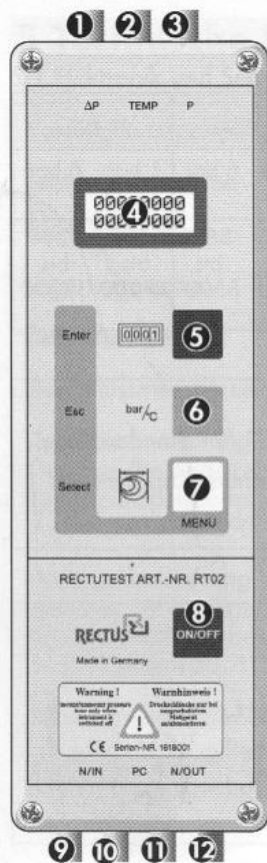

Bild 1
Verbinden Sie den **Temperatursensor** der Düse über die Schraubkupplungen des Messkabels mit dem Messgerät (② in Bild 1).